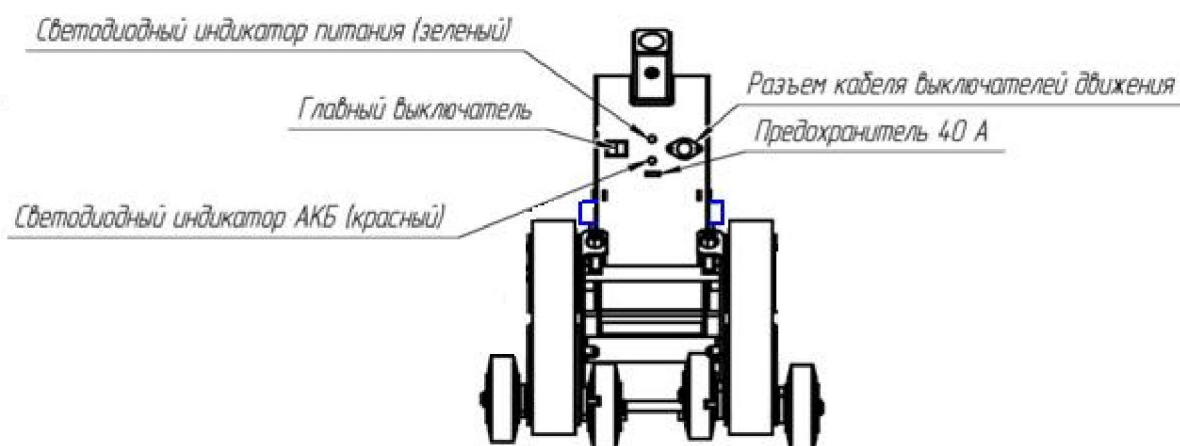

Рис.6. Элементы системы управления
4.1. Главный выключатель (Рис.6) выполняет функцию подключения бортовой сети подъемника к источнику питания и имеет два фиксированных положения :
- 2) С помощью зацепов съёмной опоры (Рис.6а) под кресло-коляску с закреплением её винтом к основанию рулевой колонки.
Рис.6а. Установка съёмной опоры
- включить главный выключатель (Рис.6) , светодиодный индикатор должен светиться зеленым светом;
- поставить подъемник в удобное место для установки на него кресла-коляски с пассажиром, освободить основание рулевой колонки от фиксирующих защелок, соединяющих его с гусеничным агрегатом (Рис.6б, 6в).;
- освобождение от защелок производить рукой, поднятием защелок вверх (Рис.6б,6в);
Рис.6б. Фиксирование кронштейна рулевой колонки
Рис.6в. Фиксирование кронштейна рулевой колонки
Рис.6д. Наклон кронштейна рулевой колонки для фиксирования спинки кресла
- приложив небольшое усилие, отвести рулевую колонку движением на себя вниз, до зацепления рулевой колонки защелками (Рис.6д);